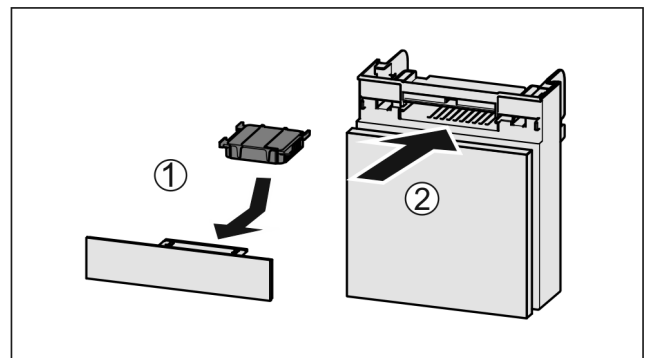

Fig. 200
- ▶ Aktivkohlefilter nach Abbildung einsetzen Fig. 200 (1).
- ▶ Fach einschieben Fig. 200 (2).